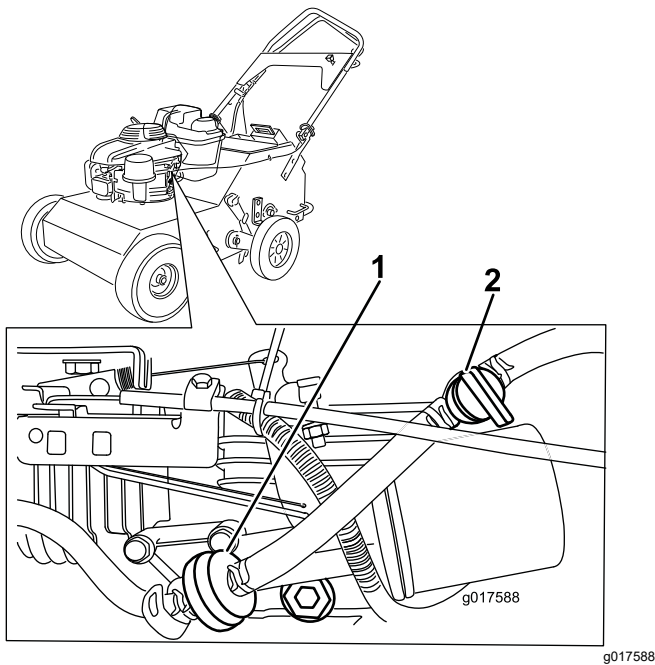

Bild 9
2. Öffnen Sie den Kraftstoffhahn, d. h. er zeigt in Längsrichtung des Kraftstoffschlauchs (Bild 9).
3. Stellen Sie den Gasbedienungshebel ganz nach vorne auf Choke (**Bild 9**).